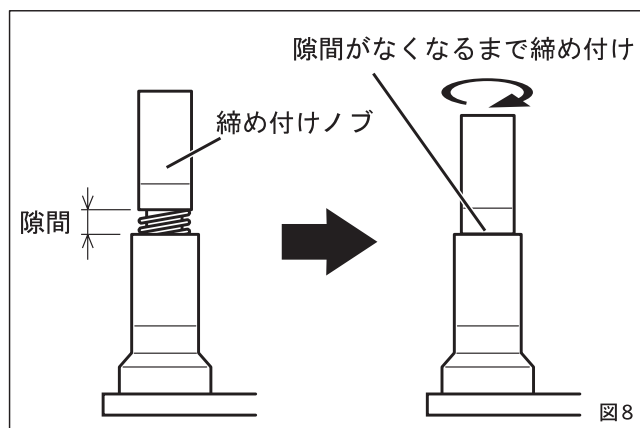

図8
- ⑤ 溝切機のスイッチをOFFにし、締め付けノブを隙間がなくなるまで締めてください。（図8）